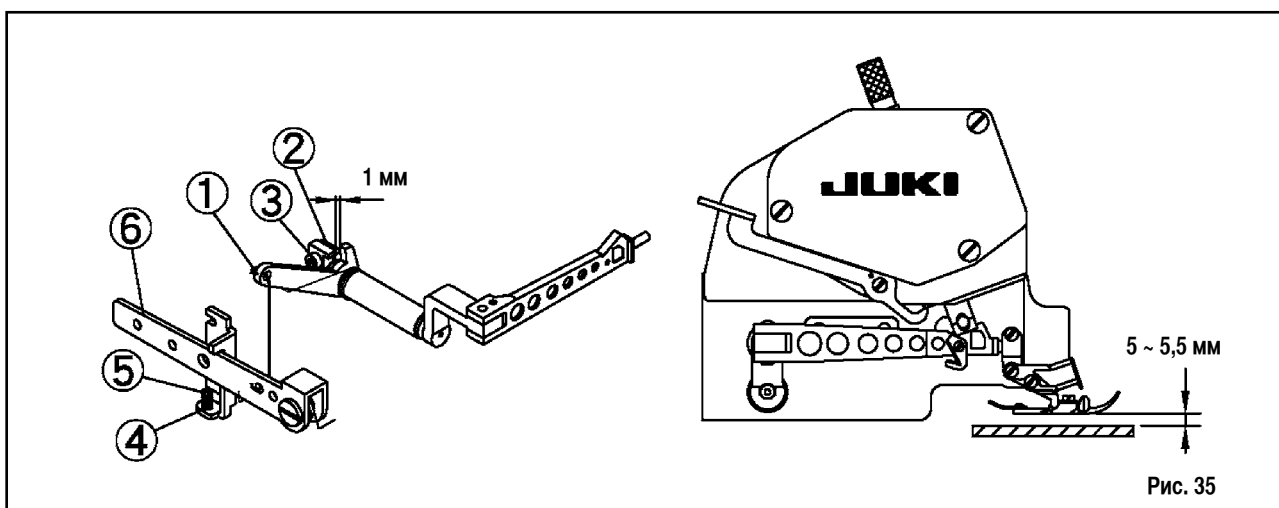

Рис. 35
2. Отрегулируйте величину подъема прижимной лапки. (Рис. 35)